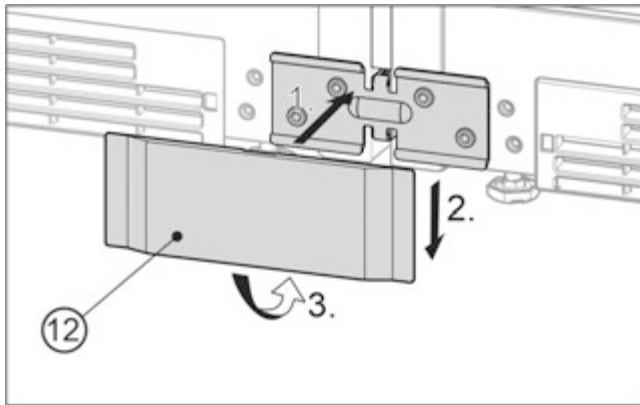

Fig. 25 Приблизне відображення
- ▶ Насадіть нижню кришку Fig. 25 (12) спереду на кут Fig. 25 (1), зсунути вниз Fig. 25 (2) і зафіксуйте знизу Fig. 25 (3).